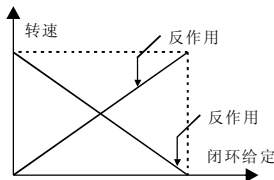

图6-35 闭环调节特性示意图
通过P7.14的设置可以适应两种闭环特性的要求，如图6-35所示。
(1) 确定闭环给定和反馈通道(P7.01、P7.02)。
(2) 模拟闭环需设定闭环给定与反馈的关系(P7.06~P7.09)。
(3) 确定闭环给定环调节特性，如果给定和要求的电机转速的关系相反，将闭环特性调节设为反作用(P7.14=1)，如图6-35所示。
(4) 设定闭环预置频率功能(P7.16~P7.17)。
(5) 设定闭环滤波时间、采样周期、偏差极限、增益系数(P7.03、P7.04、P7.12、P7.13)。